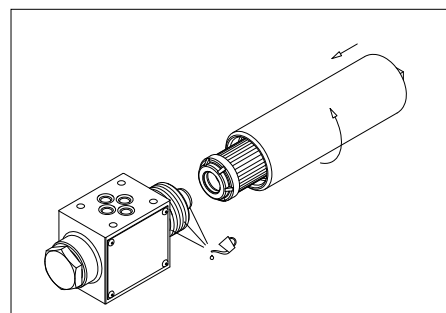

fig. 16
- (Fig. 16) Lubrificare con il fluido di lavoro l'O-ring, il codolo e il filetto della testata, quindi calzare l'elemento filtrante sul codolo